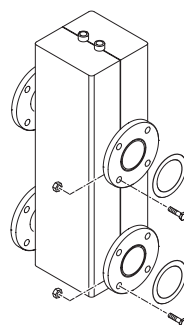

Fig. 8
1.11 COMPENSATORE IDRAULICO COD. 8101552 PER "MURELLE EQUIPE 220-330" (da richiedere a parte) (fig. 8)
1.12 COMPENSATORE IDRAULICO COD. 8101553 PER "MURELLE EQUIPE 440-550" (da richiedere a parte) (fig. 8)